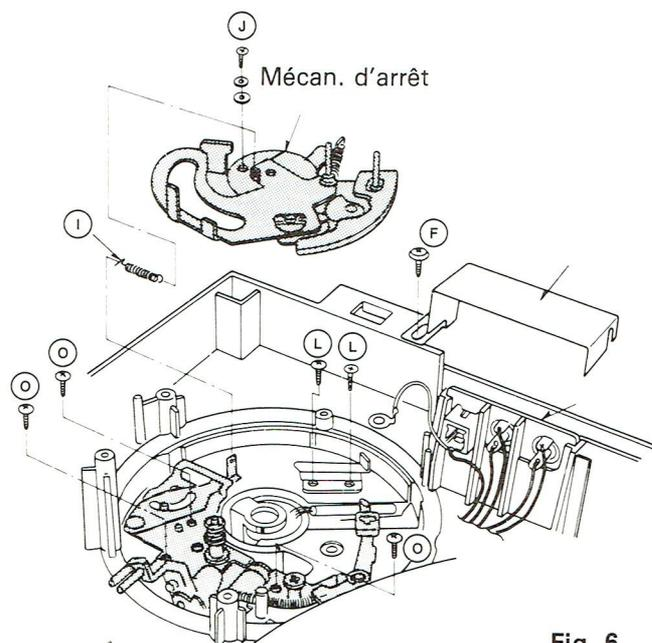

Fig. 6
(Fig. 6 et 7)
## 6. Démontage du bras (Fig. 6)
## 7. Démontage du support lève-bras (Fig. 6 et 8)
- Retirer la vis (M), le lève-bras et le ressort (N)
- Défaire les 3 vis (O) (Fig. 6)